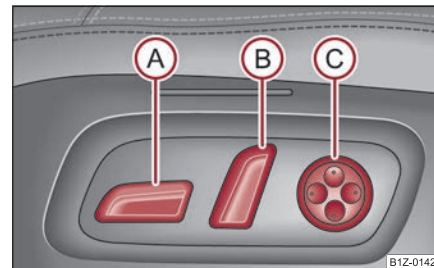
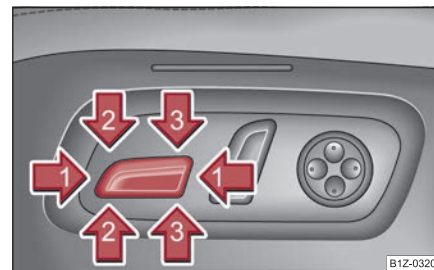

Fig. 76 Imagine din lateral: Elementele de comandă pentru reglarea scaunului
Fig. 77 Imagine din lateral: Comutatorul pentru reglarea scaunului
- Apăsați comutatorul ① ⇒ fig. 76 în față, respectiv în spate ① ⇒ fig. 77.
- Apăsați comutatorul ① ⇒ fig. 76 în sus, respectiv în jos.
- Apăsați comutatorul (A) în față (2) ⇒ pagina 75, fig. 77, respectiv în spate (3) ⇒ pagina 75, fig. 77.
- Apăsați comutatorul (B) ⇒ pagina 75, fig. 76 în sensul în care doriți să faceți reglajul.
- Pentru a mări arcuirea suportului lombar, apăsați comutatorul (C) în față ⇒ pagina 75, fig. 76.
- Pentru a micșora arcuirea suportului lombar, apăsați comutatorul (C) în spate.
- Pentru a regla arcuirea suportului lombar în sus, apăsați comutatorul (C) în sus.
- Pentru a regla arcuirea suportului lombar în jos, apăsați comutatorul (C) în jos.